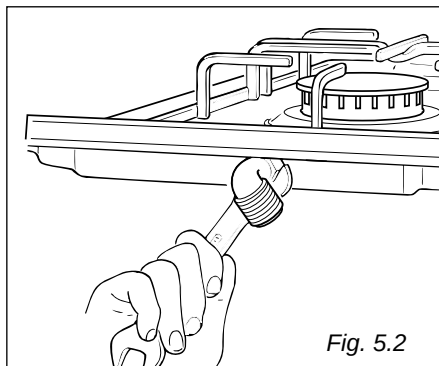

Fig. 5.2
- ✓ No gire jamás la unión "C" con fuerza sin haber previamente aflojado la tuerca "A" (fig. 5.2).